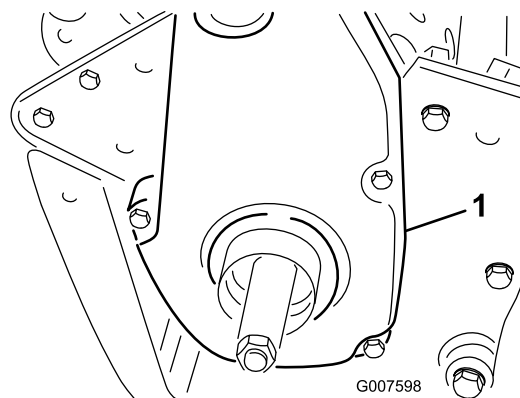

Figura 50
6. Togliete il copricinghia posteriore dal lato destro della macchina (Figura 50).